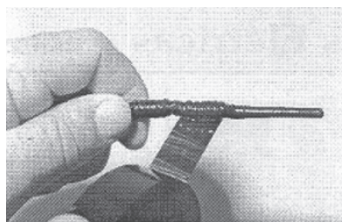

figura 50
3. Sem cortar a fita, retome até completar a segunda camada (**figura 50**).